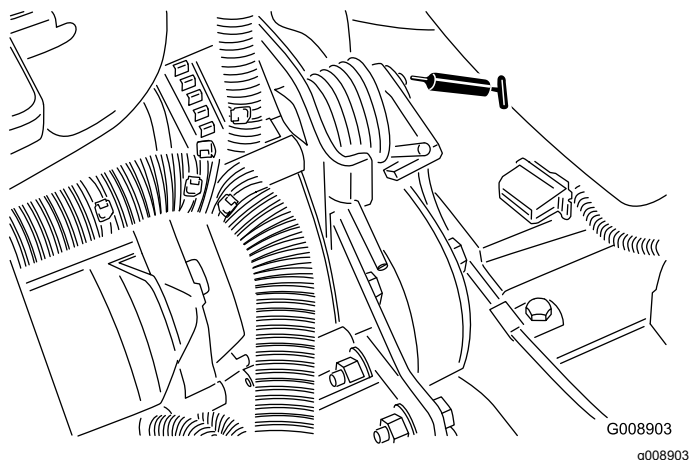

Рисунок 51
- Ось поворота механизма натяжения ремня (Рисунок 51)